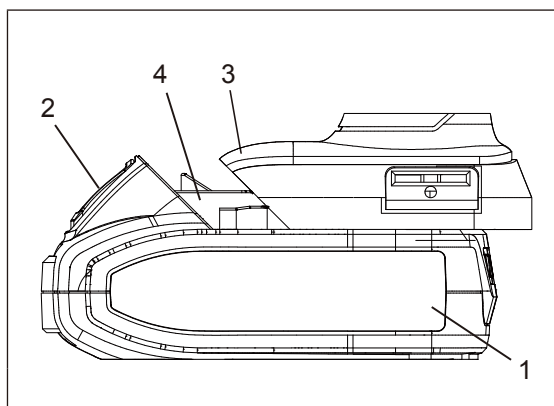

FIG. 3
- Retirez la batterie déchargée (1) de la perceuse en enfonçant le bouton de dégagement (2) de la batterie vers le bas et en faisant glisser la batterie vers l'arrière jusqu'à ce qu'elle soit dégagée de la poignée (3) de la perceuse (figure 3).
- Faites glisser la batterie entièrement chargée sur les clés correspondantes (4) dans la poignée de la perceuse, là d'où la batterie déchargée a été retirée.
REMARQUE : Voir la Fig. 3 pour une procédure complète.